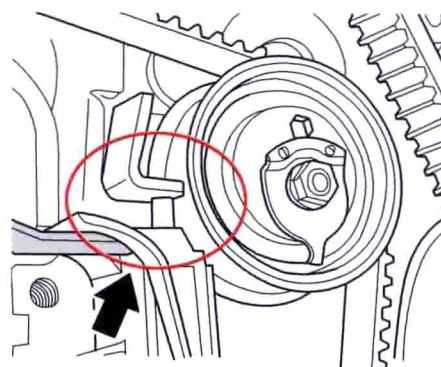

图 3-1 张紧器
3) 熄火拆下发动机正时带罩，再次起动车辆并提高转速至声响发出。可以看见，加速时正时带张紧器与张紧轮相互间存在敲击，这是由于张紧器（图 3-1）失效使其无法起到张紧作用，而张紧轮在正常调节，故而出现了相互间的敲击。